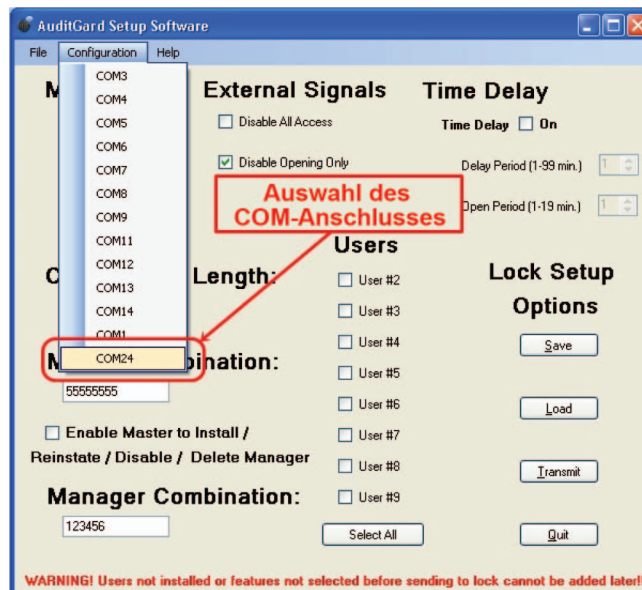

Abbildung 4
3. Wählen Sie den richtigen COM-Anschluss in der Liste aus (Abbildung 4). Bei einem USB-Adapter wählen Sie den vom System zugewiesenen virtuellen COM-Anschluss aus. Bei einem seriellen Adapter wählen Sie den zu verwendenden seriellen Standard-COM-Anschluss aus.